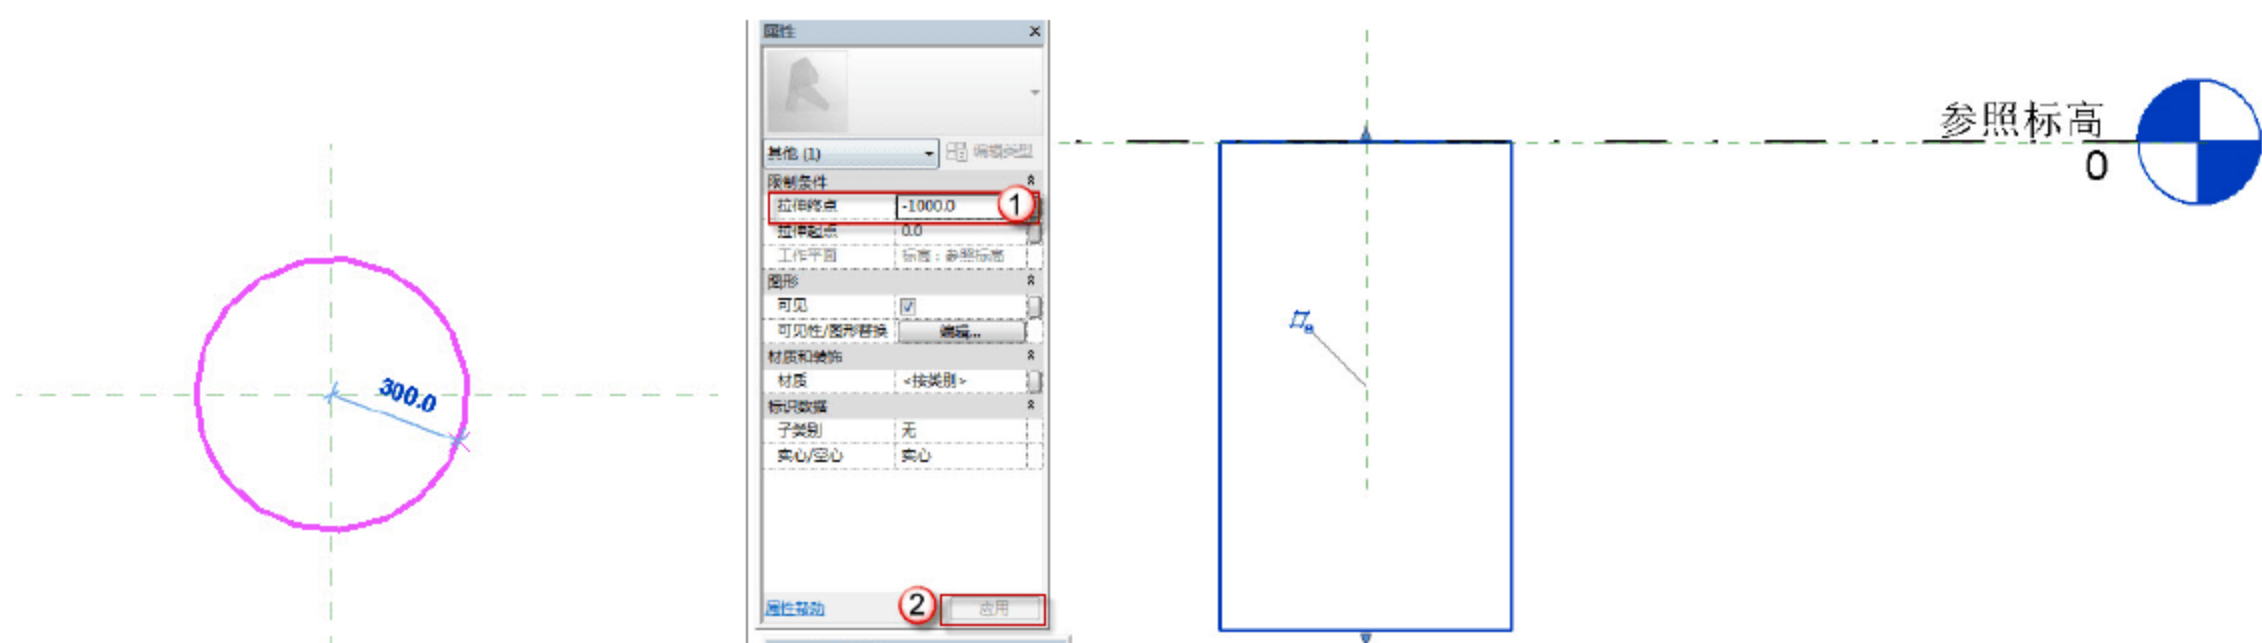

图 2.2.2 绘制桩截面
(2) 绘制桩截面。选择“创建”→“拉伸”→“圆形”命令，输入桩半径数值 300 绘制圆形桩截面，在“属性”面板中，在“拉伸终点”后输入数值-1000，单击“应用”按钮，在“立面→前视图”截面，查看桩长，如图 2.2.2 所示。